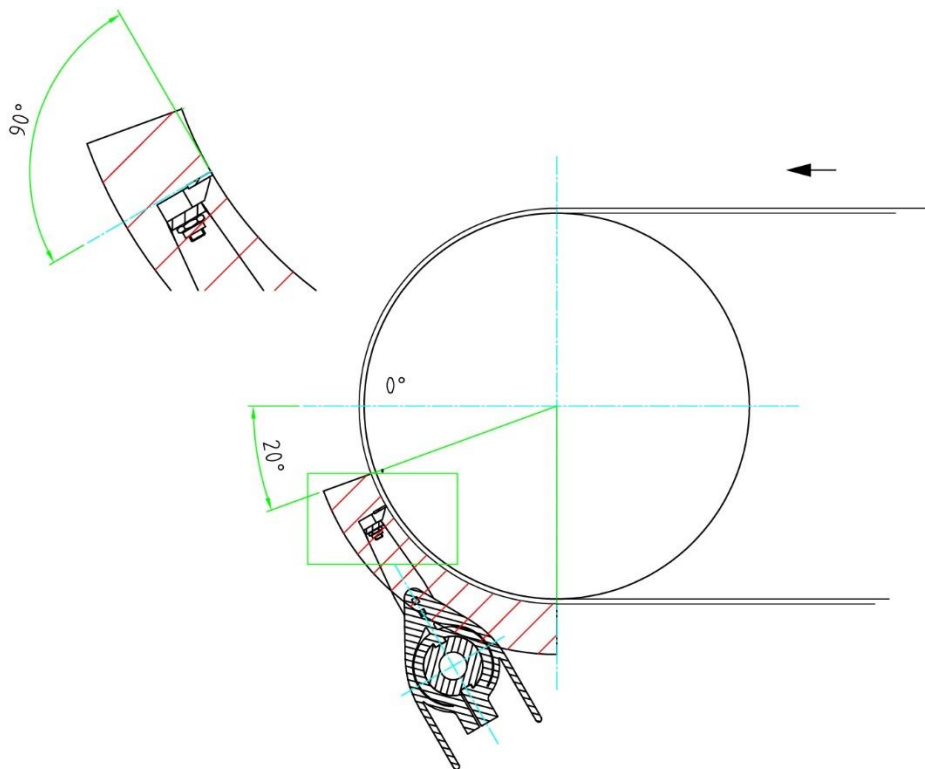

Bild 2
- Es ist zu beachten, dass dieser Abstreifertyp so montiert wird, dass die Hartmetallspachtel **Pos. 6** der Segmente in dem vorgegebenen Bereich arbeiten, siehe **Bild 2**. Dabei ist immer der Bereich zu bevorzugen in dem der Abstreifer im Schatten der Trommel arbeiten kann und das abgestreifte Material frei abfließen kann ohne die Segmente zu überschütten. Die Hartmetallspachtel **Pos. 6** müssen auf jeden Fall immer die Trommel als Auflage haben.